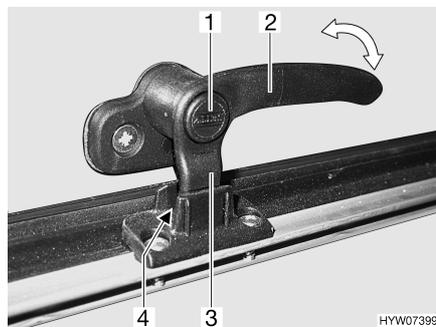

Bild 13 Verriegelungshebel in Stellung "Dauerbelüftung"
- in Stellung "Dauerbelüftung" (Bild 13)
- Sicherungsknopf (Bild 13,1) drücken und gedrückt halten.
- Den Verriegelungshebel (Bild 13,3) eine viertel Umdrehung zur Fenstermitte hin drehen.
- Den Verriegelungshebel wieder zurückdrehen. Die Verriegelungsnase (Bild 13,3) am Verriegelungshebel dabei in die Aussparung der Fensterverriegelung (Bild 13,4) einfahren.
- Sicherungsknopf (Bild 13,1) loslassen.